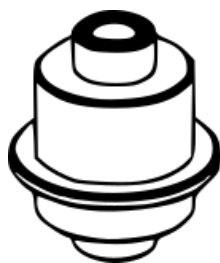
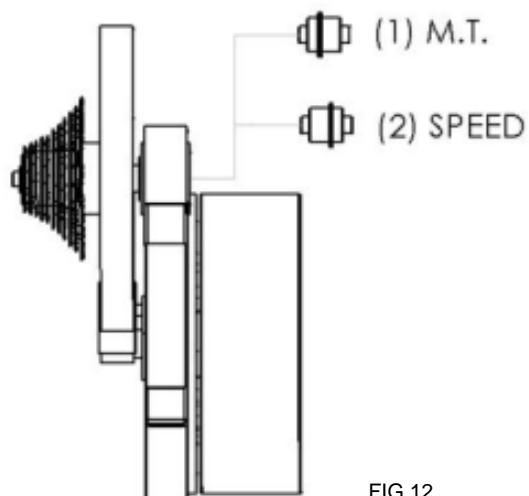

FIG 11
FIG 12
O SMART TRAINER CYLOTRONICS recebe os dois padrões de espaçamento, para isso deve-se apenas posicionar corretamente o espaçador MTB/SP (FIG 11). Note que o diâmetro de ambos os lados são iguais, o que muda apenas é o comprimento. Para facilitar o posicionamento ver (FIG 12), onde mostra no (item 1), que se inserido o